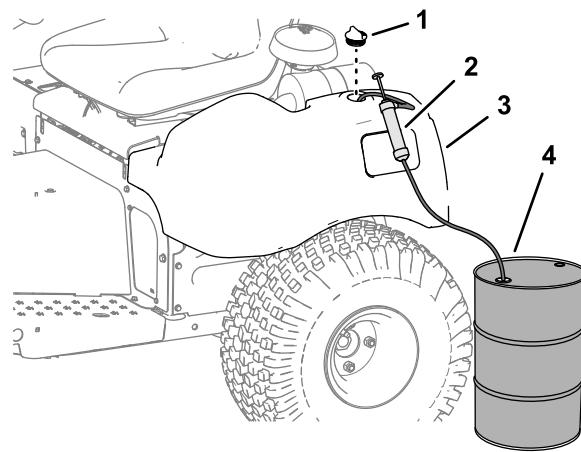

Рисунок 47
- Снимите крышку гидравлического бака (Рисунок 47).
- Выкачивайте гидравлическую жидкость из гидравлического бака (Рисунок 47).